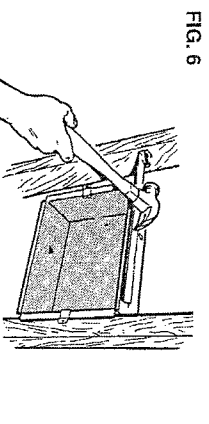

FIG. 6
3. Extend mounting bracket, level housing, and nail to other stud. (FIG. 6)
3. Extienda el soporte de montaje, nivele la caja y clave a la otra viga. (FIG. 6)